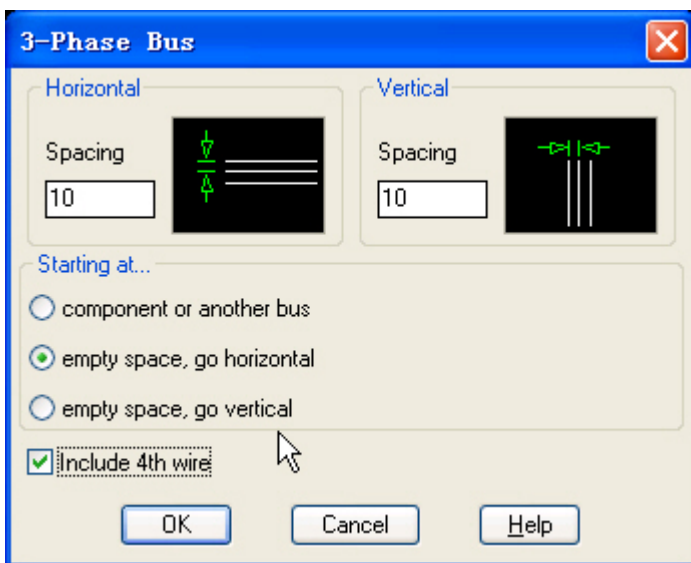

图 2-6
1、单击插入导线按钮不放,选择其下拉工具条上的第二个按钮来插入三相导线,在弹出的三相线母线对话框中将水平和垂直间距均设为 10mm,并选择空白区域,水平走向和包括第 4 条导线,见图 2-6,然后单击确定按钮,对话框消失,接着用鼠标左键在图纸内左上方空白处单击一下,再移动光标到图纸内右上方空白处单击鼠标左键,一条水平走向的三相母线就画好了。